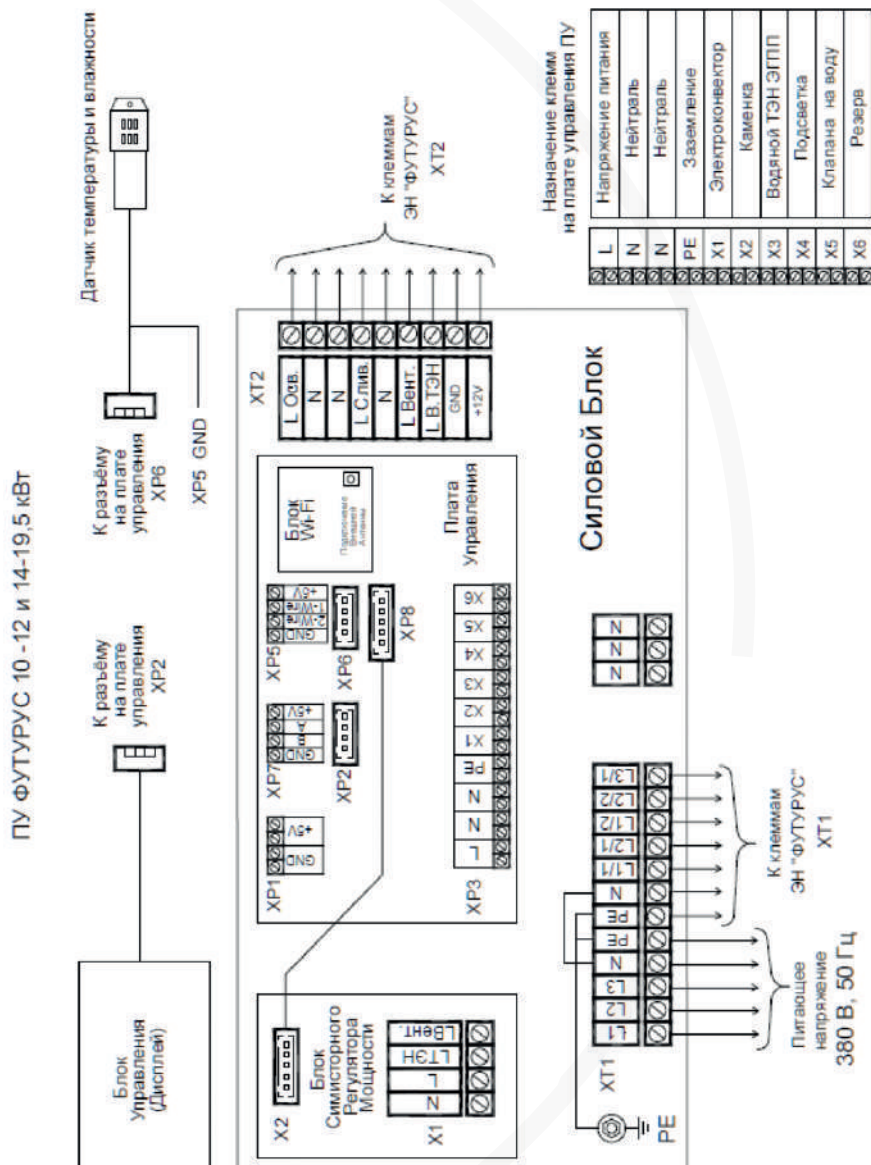

Рисунок 7. Схема электрических подключений Пульта Управления «ПАРИЖАР» ФутуРус, мощностью 10-12 и 14-19,5 кВт.
2.3.6 Снять защитный кожух с блока подключения и коммутации, расположенного на задней стенке ЭН. Выполнить подключение ЭН к электрической сети в соответствии со схемой подключений (смотри рис. 7; 8; 9.) и требованиями, указанными в пунктах 1.2 и 2.2.13 настоящего Руководства.
2.3.7 Подключить датчик температуры и Блок Управления к Силовому Блоку в соответствии со схемой подключений (смотри рис.7).
Аккуратно, соблюдая правила электротехнической безопасности, проложить кабель от вентилятора к ЭН. Подключить кабель к клеммам подключения вентилятора на задней стенке ЭН (смотри рис. 7; 8; 9 и табл.1).